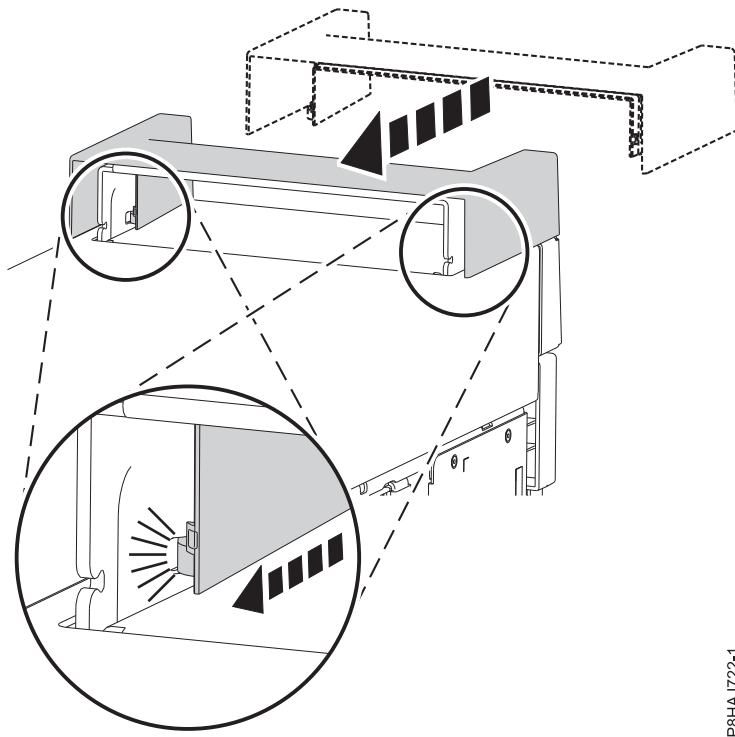

Abbildung 33. Befestigen der Griffabdeckung bei einem Standalone-System vom Typ 8286-41A
1. Befestigen Sie die Griffabdeckung an der internen RDX-Andockstation (FC EUA3), indem Sie sie in Richtung der Rückseite des Systems schieben. Siehe Abb. 33.